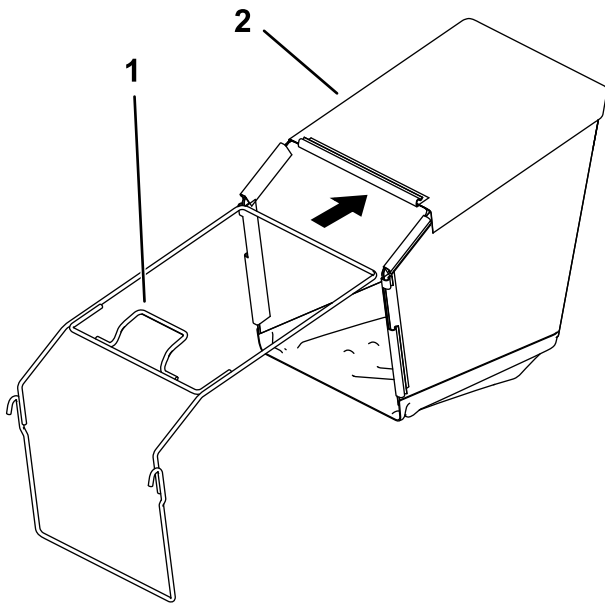

Bild 7
- Setzen Sie den Rahmen in den Fangkorb ein; der Holm muss über dem Fangkorb sein (Bild 7).